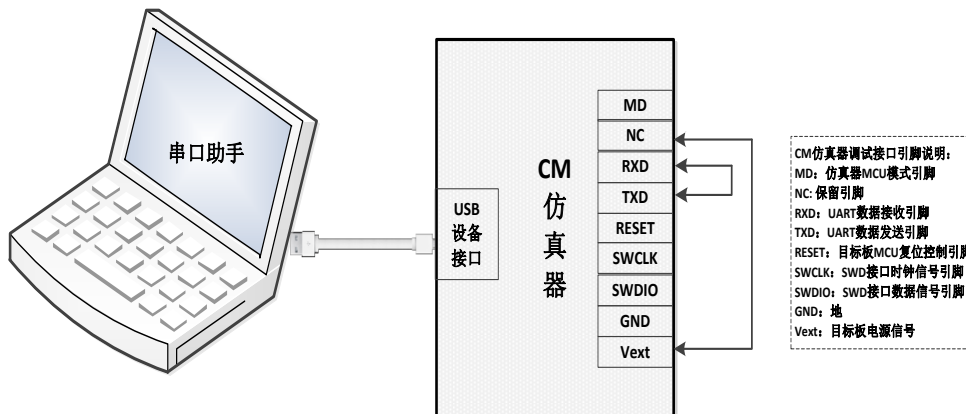

图 12 电脑与 CM 仿真器连接
2. 请参考图 12，通过 USB 线将 CM 仿真器与电脑相连：